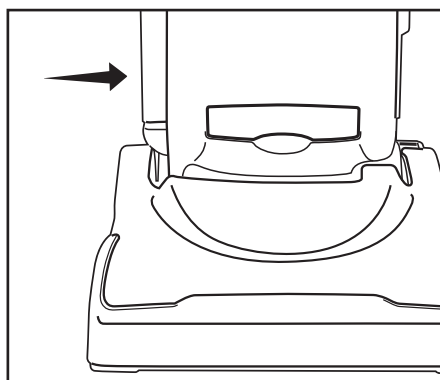

Fig. 1
- Le post-filtre est situé sur le côté de l'aspirateur (Fig. 1).